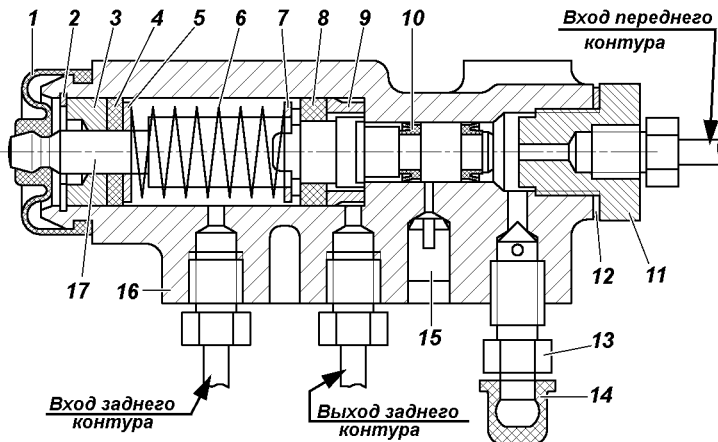
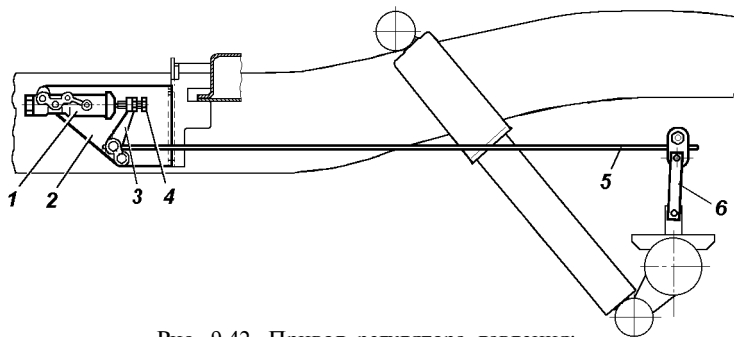

Рис. 9.41. Регулятор давления:
Рис. 9.42. Привод регулятора давления:
Регулятор давления (рис. 9.41). При обслуживании проверяйте работоспособность регулятора давления. Очищайте регулятор от грязи и проверяйте надежность его крепления. Внешним осмотром убедитесь, что регулятор и детали его привода не имеют повреждений, отсутствуют подтекания тормозной жидкости и люфты в соединении стойки с упругим рычагом и кронштейном на заднем мосту.
В процессе эксплуатации и при замене задних рессор необходимо регулировать усилие упругого рычага 5 (рис. 9.41) на поршень регулятора. Регулировку производить в следующей последовательности:
3. Завернуть болт 4 (см. рис. 9.42) до соприкосновения его с хвостовиком поршня 17 (см. рис. 9.41) регулятора:
и правильно выполненной регулировке привода должно быть некоторое опережение блокировки передних колес относительно задних. В случае опережающей блокировки задних колес дополнительно отвернуть болт 4 (см. рис. 9.42) на 1-2 грани головки болта и повторить проверку при движении автомобиля.